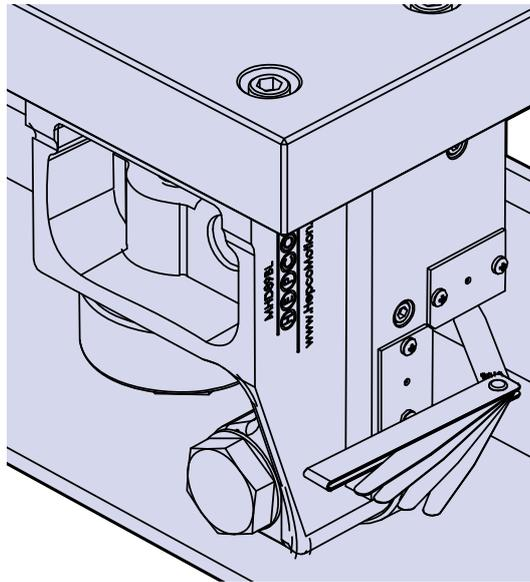

Abb. 8
27. Positionieren Sie mit Hilfe einer Fühlerlehre die Schmutzabstreifer [Position 15] und stellen Sie einen Abstand von 0,05 mm bis 0,1 mm zur Schienenoberfläche ein (Abb. 8). Danach die Befestigungsschrauben [Position 16] anziehen.